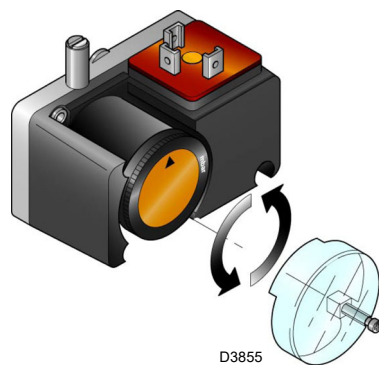

Fig. 32
- Régler le pressostat pour le contrôle d'étanchéité (Kit PVP) (Fig. 32 à la page 32), si présent, conformément aux instructions fournies avec le kit.
Régler le pressostat pour le contrôle d'étanchéité (Kit PVP) (Fig. 32) si présent, conformément aux instructions fournies avec le kit.